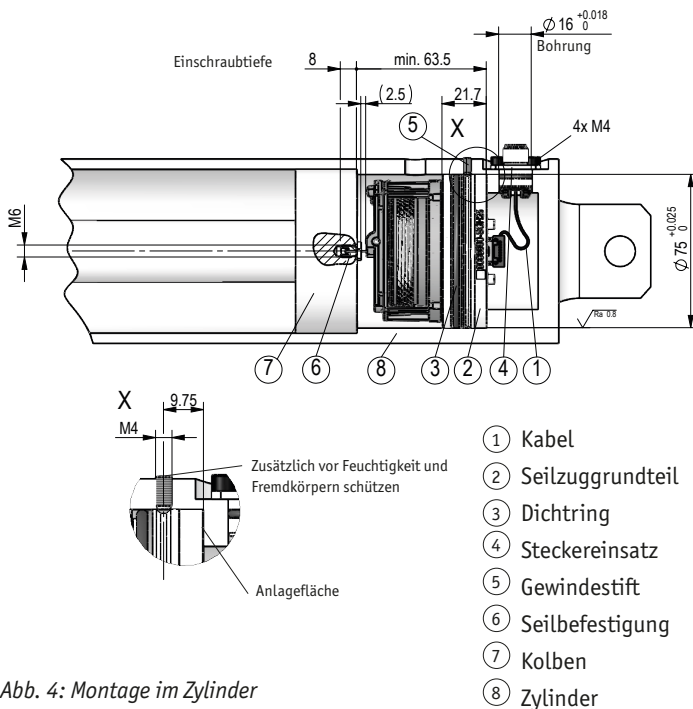

Abb. 4: Montage im Zylinder
Montage (Abb. 4):
1. Das Kabel ① (z.B. KV1H) ohne Flanschgehäuse am Seilzuggrundteil ② vom SGH25 einstecken. Das Kabel ① (z.B. KV1H) sollte beim Einbau in die Richtung des Kabelausganges vom Zylinderunterteil zeigen.
2. Der SGH25 wird mit eingefettetem Dichtring ③ vorsichtig in das Zylinderunterteil gepresst. Es muss darauf geachtet werden, dass der Steckereinsatz ④ und das Kabel nicht eingeklemmt werden, sondern dass der Steckereinsatz durch den Steckerausgang am Zylinderunterteil nach außen gezogen wird. Der Steckereinsatz wird mit dem Flanschgehäuse incl. gefettetem O-Ring gefügt und 4x an der vorgesehenen Stelle verschraubt. Die Axialsicherung kann, wie in Abb. 4 dargestellt, mit einem Gewindestift ⑤ erfolgen. Den Gewindestift erst leicht anziehen (ca. 0.5 Nm) und anschließend wieder ca. 0.5 Umdrehungen zurückdrehen. Der Gewindestift muss je nach Umgebungsbedingung abgedichtet werden.
Nähere Informationen zum Einbau finden Sie im Kapitel 4.1 \(Abb. 4\)